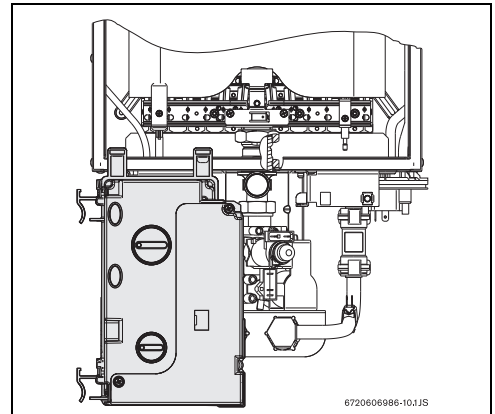

Fig. 16 Caja de mando - posición de ajuste del gas
- ▶ Una vez retirada la caja de mando, colóquela de acuerdo con la Fig. 16.